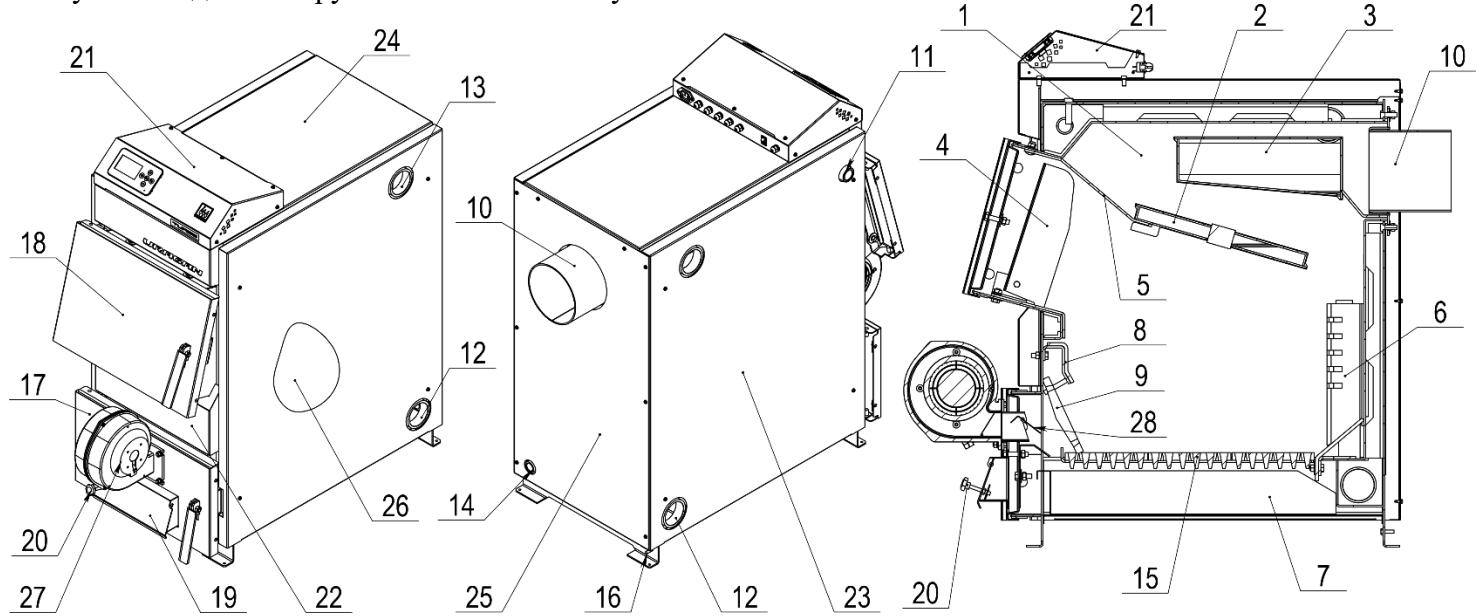
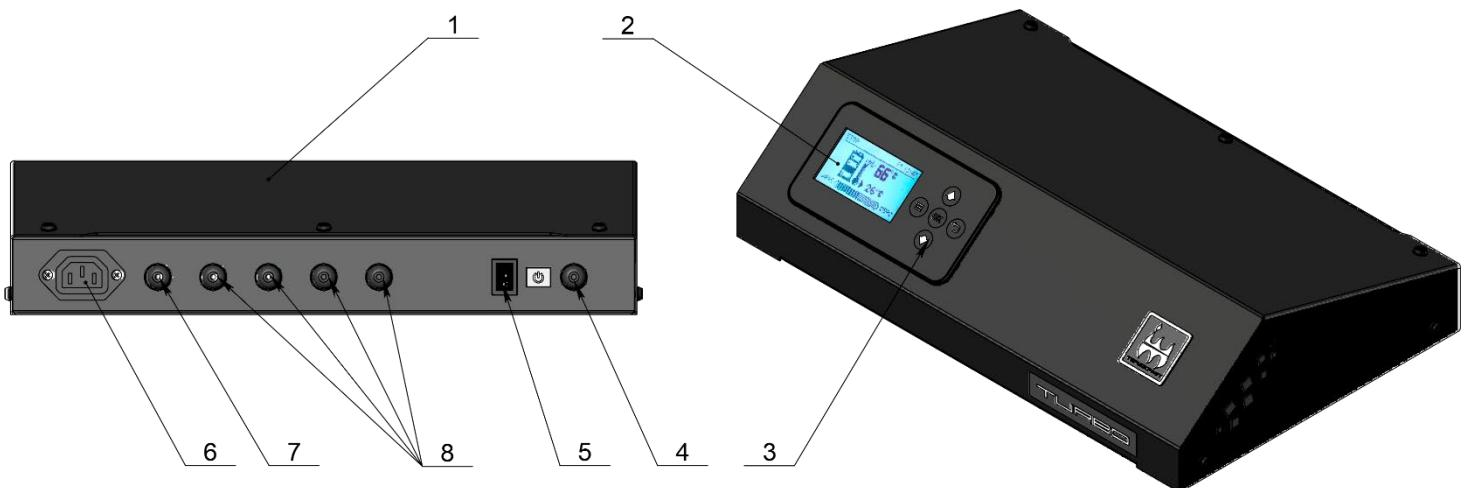

Рис. 2 Устройство котла
Рис. 3 Панель управления котлом на базе контроллера ecomAX 260
Теплообменники (рис.2 поз.2,3), встроенные в корпус котла, максимально увеличивают КПД котла, сохраняя при этом его небольшие габариты. Для оптимизации процесса горения в топке котла расположены съемные каналы подачи вторичного воздуха (рис.2 поз.6).
Наружные поверхности котла облицованы теплоизолирующим материалом (рис.2 поз.26), на основе базальтового волокна и защитно-декоративными панелями (рис.2 поз.22,23,24,25), которые предохраняют владельца котла от контакта с горячими поверхностями корпуса.
Подача, дозагрузка топлива и чистка котла производится через наклонную топочную дверцу (рис.2 поз.18). Откидной загрузочный лоток (рис.2 поз.4) позволяет удобно загружать уголь в топку.
Пожаробезопасная зольная камера с вместительным зольным ящиком (рис.2 поз.7) удобна при чистке котла.
Для чистки теплообменников котла предусмотрена съемная пластина чистки теплообменников (рис.2 поз.5). Пластина крепится на болтах, размещенных в верхней части загрузочного проема. Чтобы снять пластину необходимо открутить болты и потянуть ее на себя.
ВНИМАНИЕ! Не допускается эксплуатация котла, без установленной пластины чистки теплообменников (рис.2 поз.5). Без нее котел не выходит на номинальную мощность. **В случае нарушений условий эксплуатации котла, рекламации не принимаются.**
Стандартные чугунные колосниковые решетки (рис.2 поз.15), расположенные в камере сгорания котла, удобно чистить и при необходимости легко заменить. Наклонные передние чугунные колосники (рис.2 поз.9) улучшают процесс горения и позволяют легко удалить спекшиеся куски золы из топки котла.
Температуру воды в котле показывает панель контроллера есоМАХ 260 (рис.2 поз.21), установленная на котел.
Для повышения удобства монтажа котла, фланцы подключения отопительного контура (рис.2 поз.12,13) выполнены как в левом, так и в правом исполнении.
Дверца зольной камеры (рис.2 поз.17) удобна для розжига дров и удаления золы. На ней расположена заслонка подачи первичного воздуха (рис.2 поз.19) с ручкой регулировки (рис.2 поз.20).
Котлы **URAGAN Prof turbo** укомплектованы вентилятором наддува и панелью (рис.3) под управлением контроллером есоМАХ 260 (рис.2 поз.21), который регулирует работу вентилятора наддува котла (рис.2 поз.27) как по линейной (классической), так и по схеме плавной модуляции (PID регулирование). Режим PID Регулирование работает как с датчиком уходящих (дымовых) газов, так и без него.
Для энергонезависимой регулировки горения необходимо установить регулятор тяги (не входит в комплект поставки котла) в патрубок (рис.2 поз.11), расположенный на боковой стенке котла. Принцип действия регулятора - механический, соответственно при его использовании энергонезависимость котла полностью сохраняется.
В нижней части котла в один из патрубков обратки (рис.2 поз.12) может устанавливаться блок ТЭН. В случае установки блока ТЭН его подключают к электрической сети через панель управления, которая обеспечивает поддержание заданной температуры теплоносителя по датчику «вода» и регулирует мощность нагрева, т.е. разделяет мощность блока ТЭНов на 3 ступени равной мощности.
Выполните подключение кабеля вентилятора наддува к соответствующему разъему на панели управления (рис.3 поз.6). Включите панель управления котлом в сеть.
6. Расположение котла в котельной с учетом пространства на обслуживание котла показано на (рис.3);